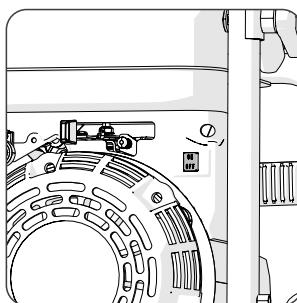

Fig. 4
- Ruotare l'interruttore di accensione del motore in posizione 'OFF'. (**Fig. 4**)